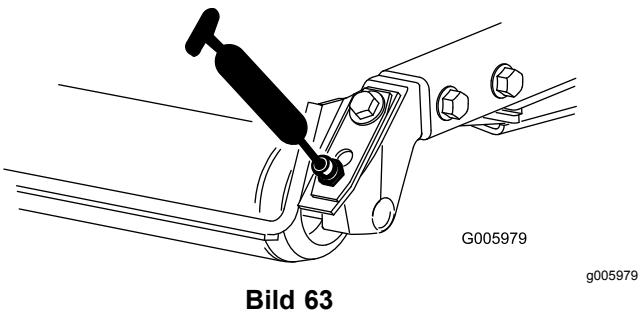

Bild 63
- Heckrollenlager (2 pro Mähwerk), wie in Bild 63 abgebildet